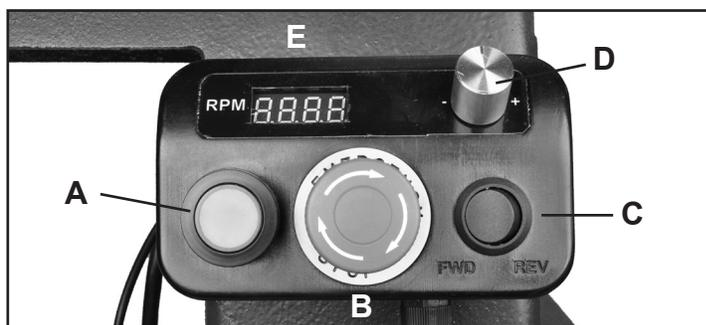

FIG. 6
Le tour est muni d'un boîtier de contrôle (FIG. 6, #E1) avec des aimants à l'arrière qui permettent de le placer sur la façade de la poupée fixe ou ailleurs sur le bâti du tour, à l'endroit le plus confortable pour le tourneur afin d'accéder rapidement aux contrôles pour ajuster la vitesse de rotation, le sens de rotation ou pour arrêter le tour.
1. **BOUTON 'MARCHE' :** (FIG. 6, A) Enfoncez le bouton vert pour mettre le tour en marche. Appuyez sur le bouton champignon (B) pour arrêter le tour.
2. **BOUTON 'ARRÊT' :** (B) Appuyez sur le bouton rouge pour arrêter le tour. Pour redémarrer le tour, tournez le bouton d'arrêt en sens horaire et il sortira pour se réinitialiser. Appuyez ensuite sur le bouton 'MARCHE' pour redémarrer le tour.
3. **INTERRUPTEUR AVANT/ARRIÈRE :** (FIG. 6, C) Cet interrupteur à bascule changera le sens de rotation de la broche - sens horaire (avant) ou anti-horaire (arrière).
4. **BOUTON DE VITESSE** : (FIG. 6, D) Ce bouton contrôle le nombre de révolutions par minute (RPM) de la broche. Le tour a 3 plages de vitesses; 250-850, 430-1450, 950-3200 RPM. La vitesse de la broche s'affiche sur l'indicateur numérique (E).